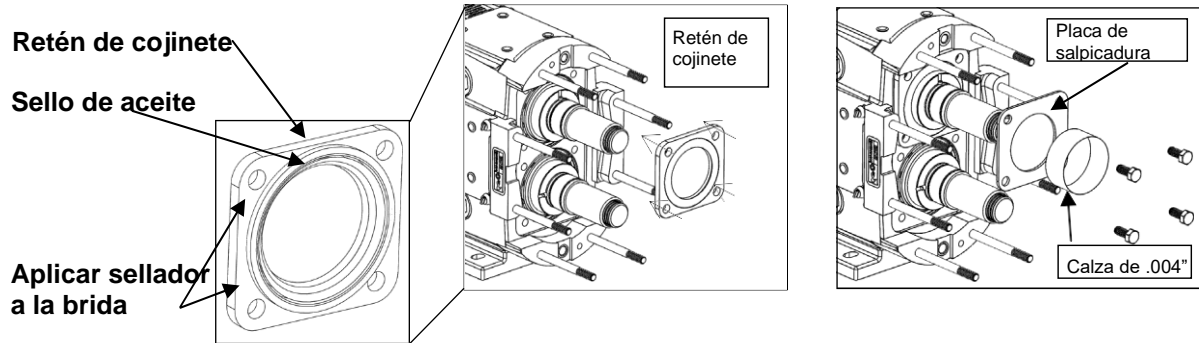

Figura 55: Instalación de retén de cojinete
6) Una vez alcanzada la holgura correcta de la cara posterior, llene todos los cojinetes con grasa a través de los accesorios de las almohadillas de montaje hasta que se note la grasa alrededor de los ensambles de cojinetes. Los ejes deben girarse durante este engrase inicial para distribuir la grasa uniformemente. Aplique una ligera película de lubricante a los diámetros interior y exterior de los sellos de aceite e instálelos en los retenes de los cojinetes. Aplique sellador de silicona a las bridas exteriores del retén del cojinete (Figura 55). Una vez aplicado el sellador de silicona, instale los retenes de los cojinetes y las placas de salpicadura en la caja de engranes. Use una calza de .004" para centrar correctamente las placas de salpicadura en los ejes para evitar el roce.